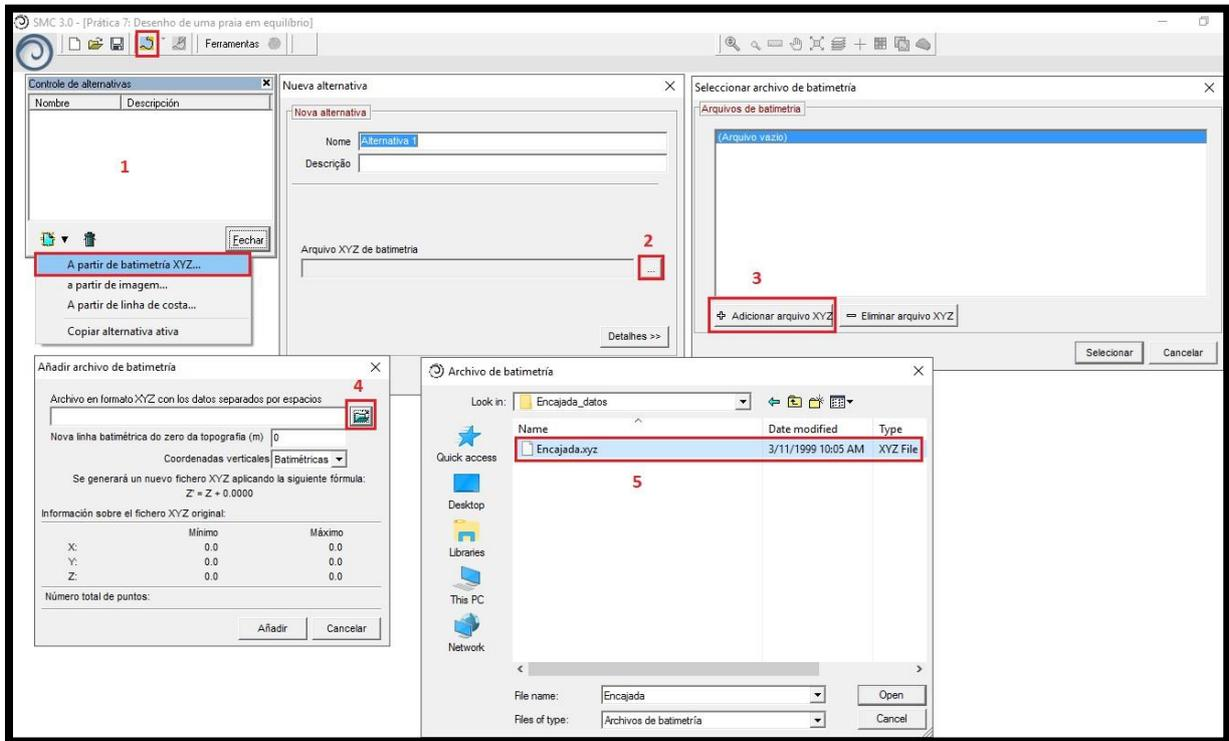

Figura 2 – Passos para incluir um arquivo com a linha de costa [.xyz].
- 5) No editor do controle de alternativas **(1)** (Figura 2), clicar no ícone “Criar Alternativa” () e selecionar “A partir da batimetria XYZ...”;